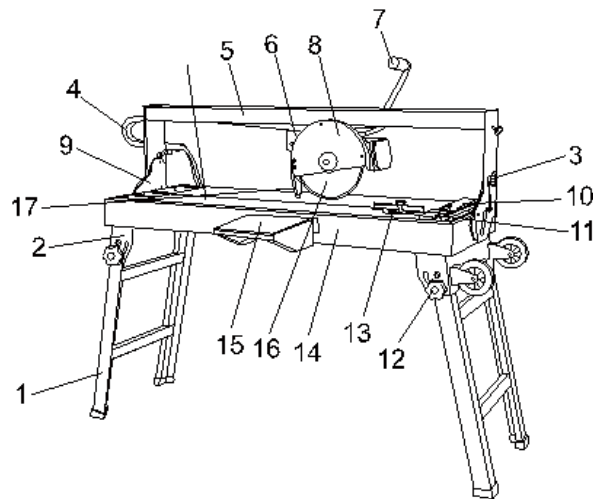

Рис.1
Установите и закрепите рукоятку (7) (рис.1) на каретке (6) (рис.1).
Установите дополнительный стол (15) (рис.1) на поддоне (14) (рис.1). Винтом отрегулируйте наклон дополнительного стола до совмещения с плоскостью рабочего стола.
Установите и закрепите транспортировочные рукоятки из комплекта на поддоне (14) (рис.1).
- установите фильтр на насос, а затем зафиксируйте насос в кронштейнах поддона (14) (рис.1);
- снимите крышку кожуха диска (8) (Рис.1), отвернув винты его крепления;
ПРИМЕЧАНИЕ! Направление вращения диска (указано на самом диске) должно совпадать с направлением вращения шпинделя (указано на защитном кожухе (8) (рис.1)).
- установите на место крышку кожуха 8 (Рис.1).